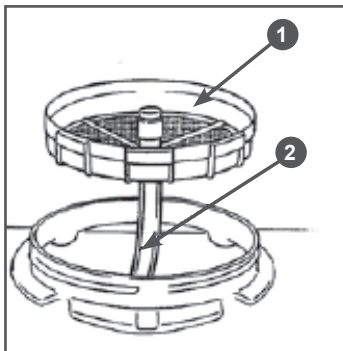

Рис. 13 Удаление впускного шланга опрыскивателя из бака
4. Открутите крышку бака, потяните сетчатый фильтр 1 (Рис. 13) вверх и отсоедините шланг впускной опрыскивателя 2 от фильтра.